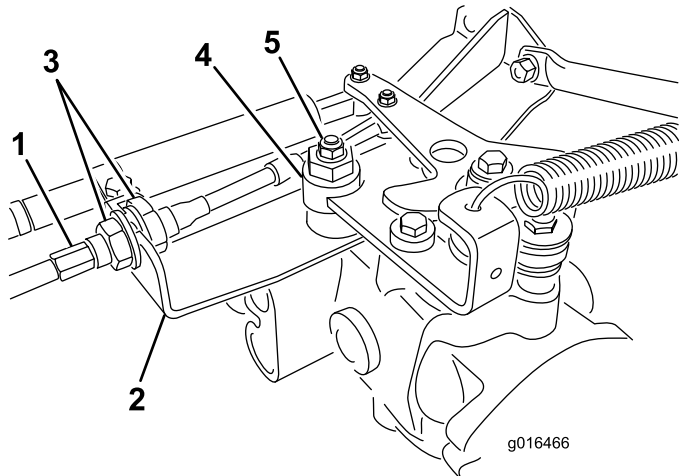

Figura 41
- A. Slăbii ambele contrapiulie care fixează cablul de comandă al traciunii la placa despărtoare de pe sistemul hidrostatic (Figura 41). Asigurai-vă că respectivele contrapiulie sunt slăbite în mod egal i suficient pentru a permite reglarea.
**Notă:** Slăbii piulia care fixează excentricul la partea superioară a hidrostaturii (Figura 41).
- E. Când roata se oprete, strângei contrapiulia excentricului i reglajul (Figura 41).
- G. Din fiecare parte a plăcii despărtoare, strângei uniform contrapiuliile, fixând cablul de traciune pe placă (Figura 41). Nu răsucii cablul.